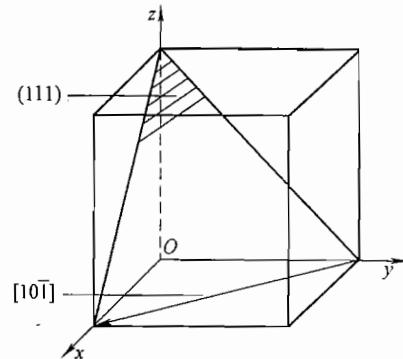

图 44-4 第一题第 2 小题解答图
(1) (111)  $[10\bar{1}]$ , 如图 44-4 所示。
(2) 交滑移系: (1 $\bar{1}$ 1)  $[10\bar{1}]$ ;